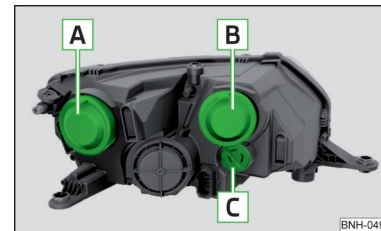

Abb. 153
Glühlampenanzordnung » Abb. 153
- › Die Schutzkappe **A** » Abb. 153 auf Seite 179 abnehmen.
- › Die Schutzkappe **A** » Abb. 153 auf Seite 179 einsetzen.
- › Die Schutzkappe **B** » Abb. 153 auf Seite 179 abnehmen.
- › Die Schutzkappe **B** » Abb. 153 auf Seite 179 einsetzen.